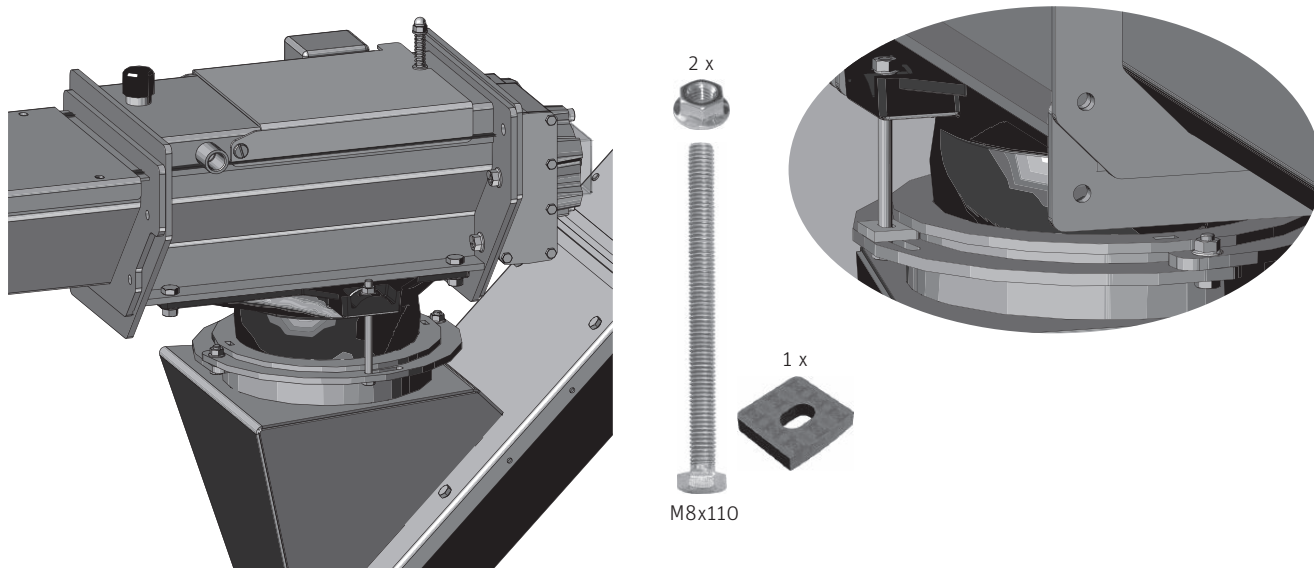

Fig. 148 Unità di trasferimento [1] montata sulla coclea verticale/intermedia di trasferimento
- Congiungere l'unità di trasferimento [1] e la coclea verticale/intermedia di trasferimento [2], avvitare poi con 2 viti a testa esagonale M8x110 e 1 piastrina distanziatrice (vedere anche le istruzioni di montaggio al punto 13.10) – Fig. 148.